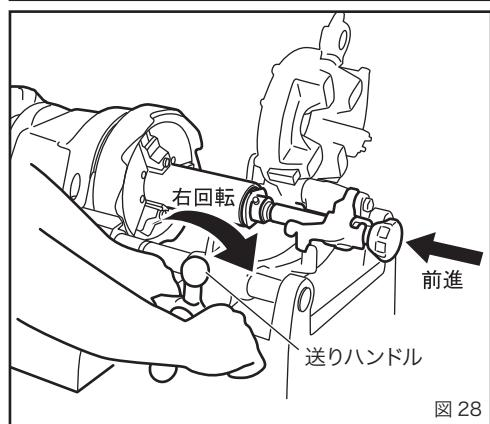

図 28
④スイッチを入れてパイプを回転させてから、送りハンドルでリーマをパイプに押しつけ、パイプが 1 回転以上したらリーマをパイプからはなしてください。これで面取りは完了です。(図 28)